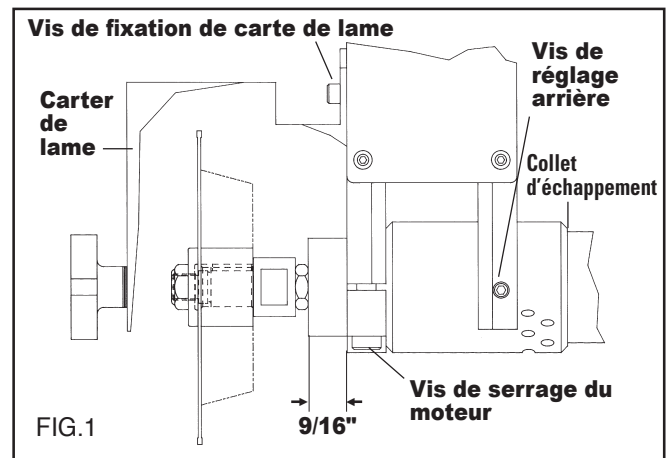

FIG.1
### B. Installation des fraises d'angle (Fig. 1) en option
1. Vérifier que le moteur est bien serré en serrant les vis de serrage (2) sur la partie inférieure de l'appareil. (Fig. 1)
2. Faire tourner le collet d'échappement jusqu'à ce que les orifices soient orientés vers le bas. Placer les vis de réglage arrière (2) de telle sorte qu'ils touchent légèrement le collet d'échappement. Serrer les vis de réglage arrière endommagera le moteur et pliera le support de moteur.
3. Déposer le carter de lame en desserrant les 2 vis en haut du carter (Fig. 1).